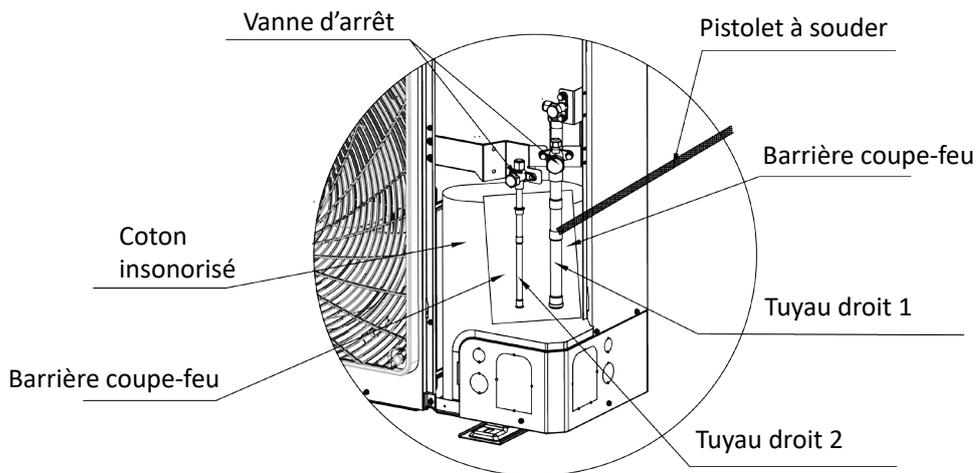

Fig.4.13
- 1 Raccord de tuyau pour HPVES224TRIV1: Comme indiqué sur les figures 4.13 et 4.14, ouvrez le coton insonorisé externe et placez un pare-feu entre le compresseur et le tuyau droit. Utilisez un pistolet à souder pour dessouder le tuyau droit 1 et le tuyau droit 2. Installez le tuyau de raccordement 1 et le tuyau de raccordement 2 à la position correspondante, puis scellez le raccord avec une baguette à souder. Soudez d'abord le tuyau de raccordement côté liquide, puis soudez le tuyau de raccordement côté gaz. Pendant le soudage, utilisez de la gaze humide pour envelopper les deux vannes d'arrêt. Assurez-vous que la flamme ne brûlera pas le coton insonorisé ni d'autres composants.